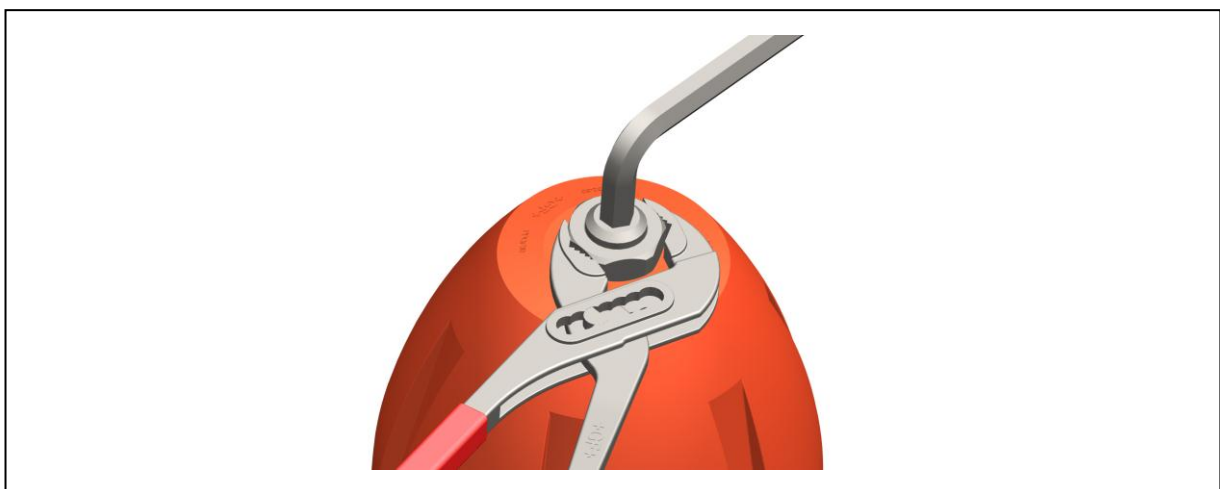

Fig. 6
- Fixer le pivot à l'aide d'une clé mâle pour vis à six pans creux et serrer en même temps le contre-écrou au moyen d'un outil adapté, voir Fig. 6